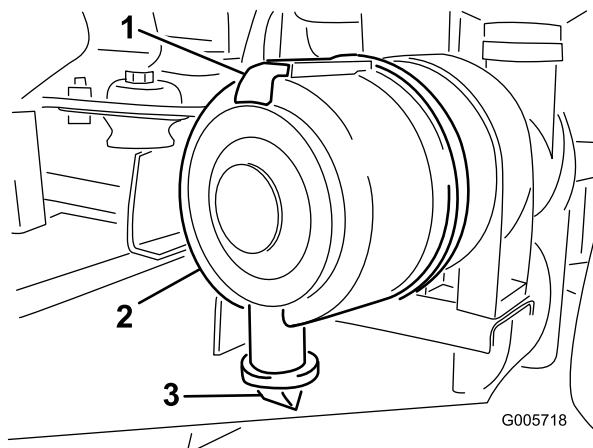

Figura 44
4. Limpe a porta de ejeção de sujeidade que se encontra na tampa amovível (Figura 44). Retire a válvula de saída em borracha para fora da tampa, limpe a cavidade e volte a colocar a válvula de saída.
1. Puxe o trinco para fora e rode a cobertura do filtro de ar no sentido contrário ao dos ponteiros do relógio (Figura 44).